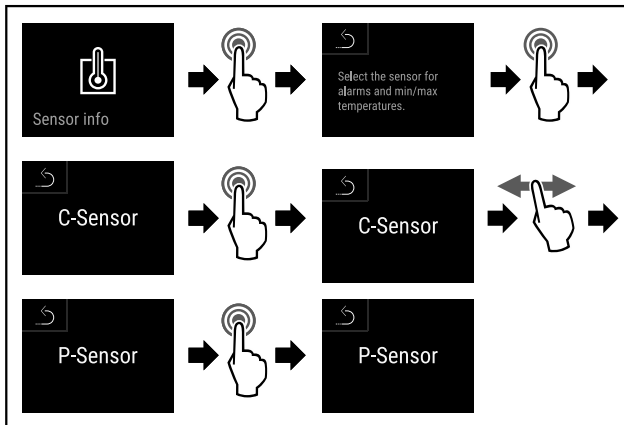

Fig. 167
- ▶ Stappen (zie Fig. 167) uitvoeren.